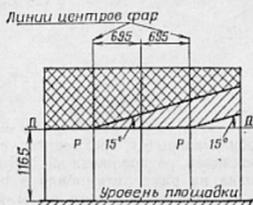

Рис. 101. Разметка экрана для регулировки фар ФГ122-БВ
Для регулировки фар необходимо иметь горизонтальную площадку и экран, размеченный, как показано на рис. 101. На площадке наносится линия, соответствующая продольной осевой линии автомобиля. Расстояние от экрана до рассеивателей фар 7,5±0,3 м. Минимальная ширина экрана—2,5 м, высота—1,5 м.
- отрегулировать в вертикальной плоскости, совместив светлотемную границу пучка света с горизонтальной линией Д—Д экрана. Затем отрегулировать пучок в горизонтальной плоскости, совместив точку перегиба светлотемной границы с точкой Р измерительного экрана. Допускаемое отклонение в горизонтальной и вертикальной плоскостях точки перегиба  $\pm 1,5$  см. Форма светового пятна должна соответствовать рис. 101;